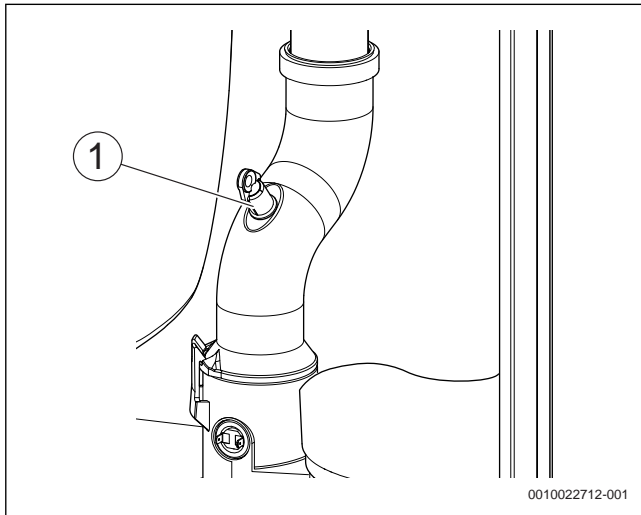

Bild 41 Abgasmessstutzen
- ▶ Stopfen am Abgasmessstutzen (→ Bild 41) entfernen.